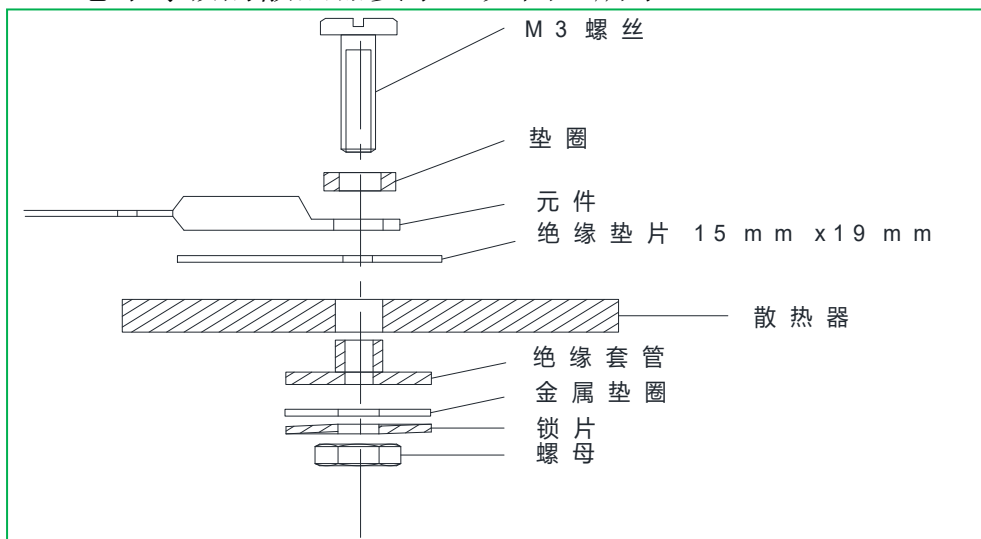

图9 螺丝穿过散热器用螺母固定
I. 螺丝穿过散热器，螺母固定，如下图9所示；500V绝缘等级的散热器要求，如图10所示；800V绝缘等级的散热器要求，如图11所示。